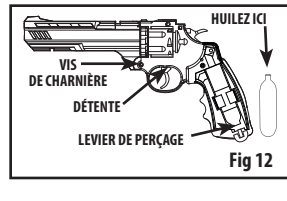

Fig 12
- Huilez le levier de perçage, la détente et la vis de charnière (Figure 12) tout les 250 tirs.